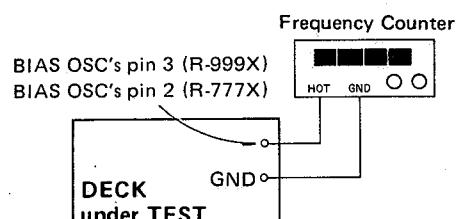

Fig. 5-6 Test setup for test point check テスト・ポイント・チェック時の接続図
6. CPS level CPS レベル (R-999X)	Setting: Same as above 同上 Connection: Fig. 5-6, but do not connect LINE IN (L/R) Tape: MTT-150 (Use mid portion) Measure in each condition specified below. 下記の各条件で測定する